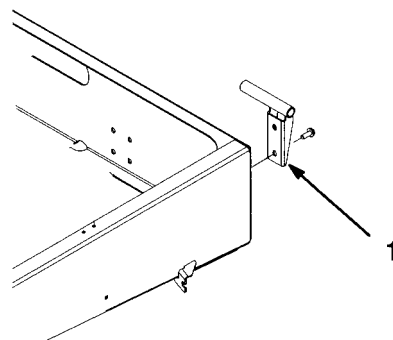

図 8
2. フレームの左後ろ角に左ピボット ブラケットを取り付ける（3/8 × 1 フランジヘッドスクリュー 2 本を使用；取り付けの向きは図 8 を参照のこと）。